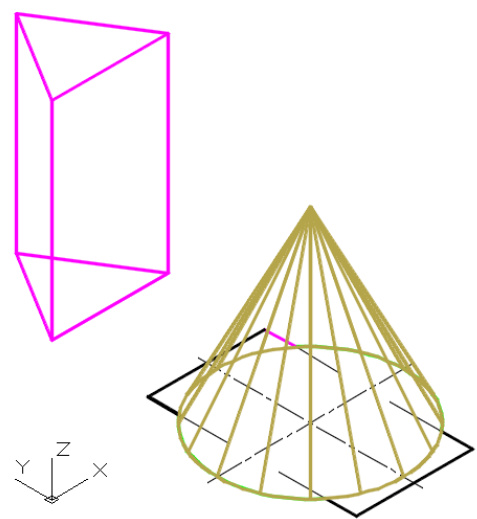

Рис. 17
7. Удалить подложку (двухмерные изображения), кроме контура призмы на виде сверху. Она понадобится в дальнейшем при установке призмы на ее место относительно конуса (рис. 17).
8. Повернуть призму относительно оси OX на 90° (ось смотри на пиктограмме ПСК на рис. 17):